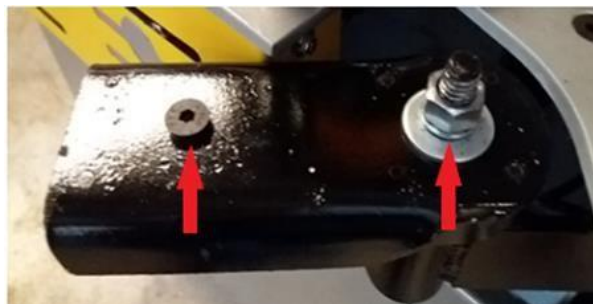

Figura 8 - Fixação do coleiro 2
- Destrave e movimente o coleiro 2 (Fora da região de trabalho), conforme **Figura 8**;
- Retire a porca, arruelas e parafuso do suporte, conforme **Figura 8**;
- Caso necessite aumentar ou diminuir a quantidade de cola, regule os parafusos K, do dosador, conforme Figura 8, utilizando uma chave fixa 13, seguindo os seguintes passos: